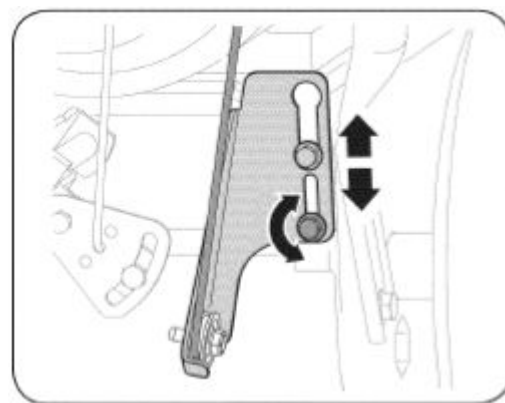

Рис. 26
5. Ослабьте нижний шестигранный болт на кронштейне приводного троса См. Рис. 26.